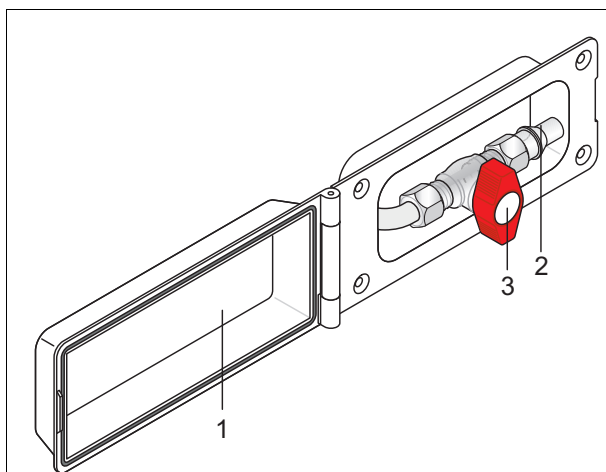

Bild 62 Externer Gasanschluss
- ➔ Deckel (Bild 62/1) des externen Gasanschlusses öffnen
- ➔ Passenden Adapter an den Anschluss (Bild 62/2) anstecken.
- ➔ Absperrhahn (Bild 62/3) öffnen.